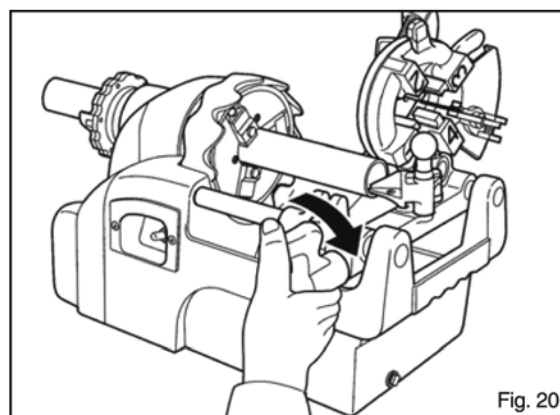

Fig. 20
- ③ Lleve el interruptor a la posición ENCENDIDO (ON) para que el tubo comience a girar, y luego utilice la manija de avance para colocar el escariador contra el tubo. Cuando el tubo haya hecho al menos una revolución completa, retire el escariador. Esto completa el proceso de achaflanado. (Fig. 20)